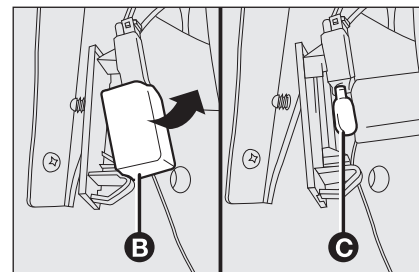

fig. 29
- aprire il coprilampada **B-fig. 29** e sostituire la lampada **C** inserita a pressione;